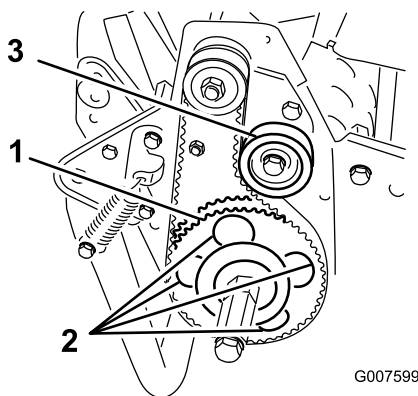

図 44
7. 受動プーリを回して、4つの穴にローラベアリングフランジネジを整列させる図 44。
11. ベルトの張りを調整し、アイドラプーリネジを締める図 44。